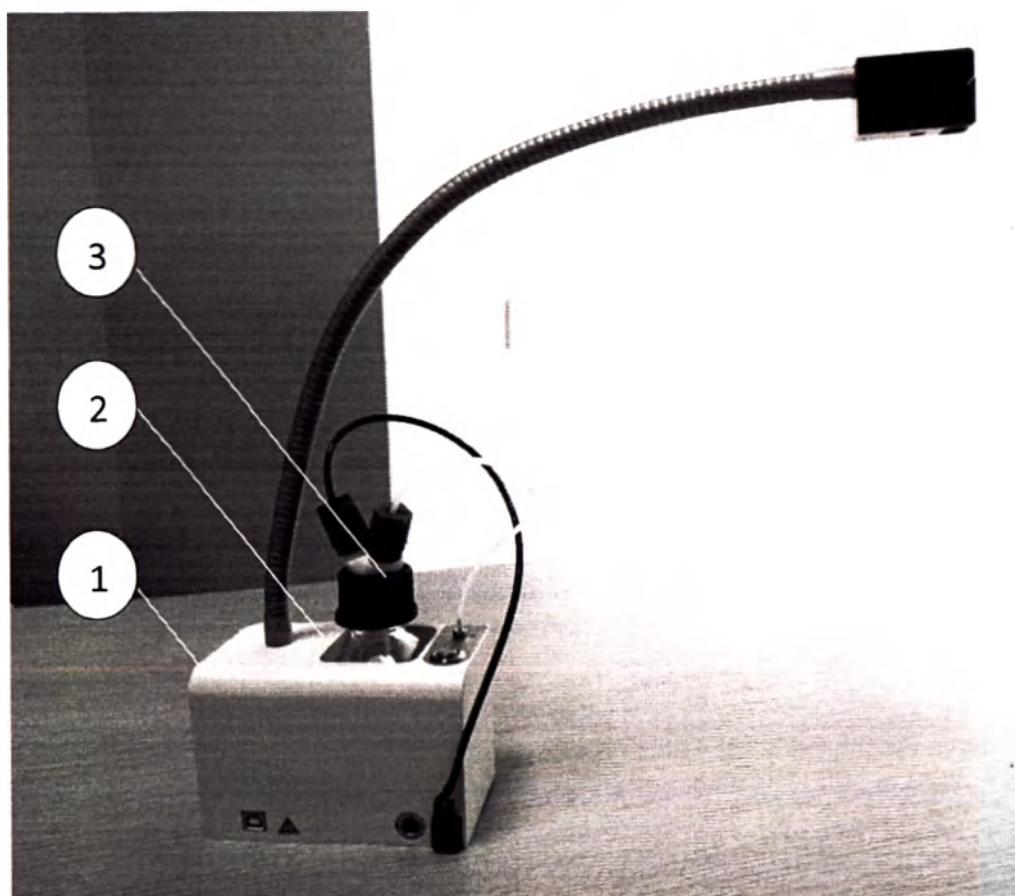
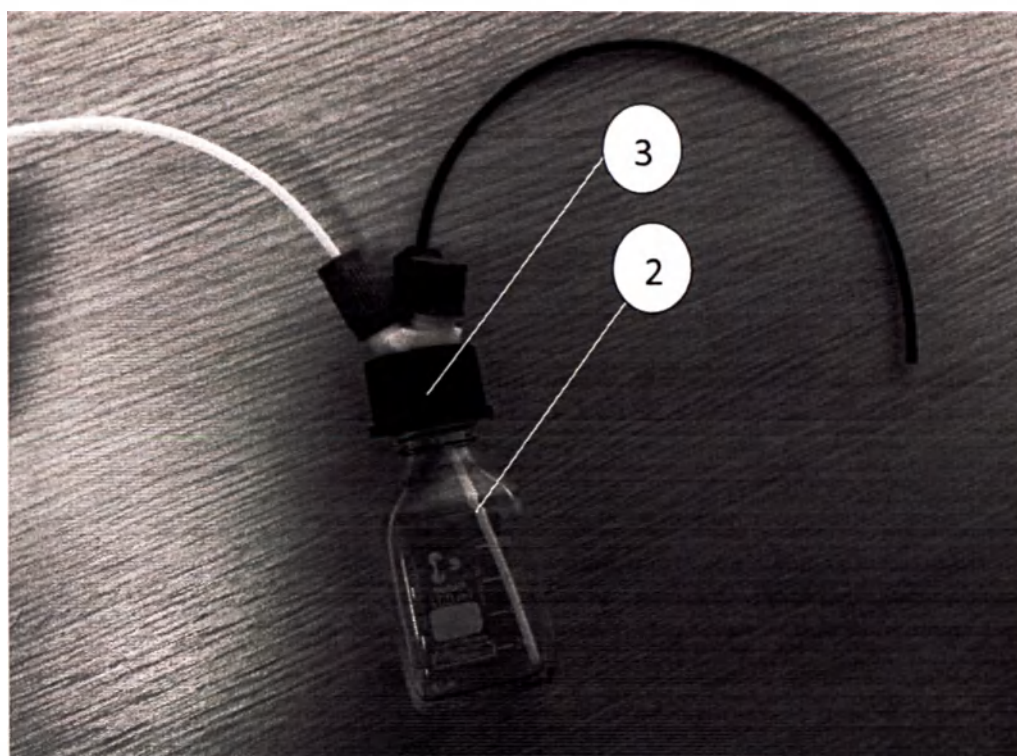

Рисунок 117 - Система подачи иммерсионного масла
Рисунок 118 – ② бутылка для иммерсионного масла и ③ крышка-распределитель с трубками для бутылки
- 1) Податчик иммерсионного масла (поз. ①, Рисунок 117),
- 2) бутыл для масла (поз. ② Рисунок 117, поз. ② Рисунок 118),
- 3) крышка-распределитель с трубками для бутыл (поз. ③ Рисунок 117, поз. ③ Рисунок 118),